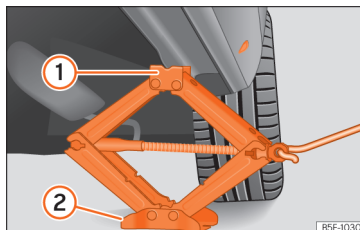

Fig. 39 Longarina: colocação do macaco do veículo.
- Rode a manivela do macaco, colocado por baixo do ponto de apoio da longa-irina, para levantá-lo até que o ressalto ① » » » **Fig. 39** se encontre por baixo da zona que lhe corresponde.
- Alinhe o macaco de forma que o ressalto ① «fique encaixado» na zona da longa-irina que lhe corresponde e que a placa base móvel ② fique apoiada no chão. A placa base ② deve ficar colocada na vertical, relativamente ao ponto de apoio ①.